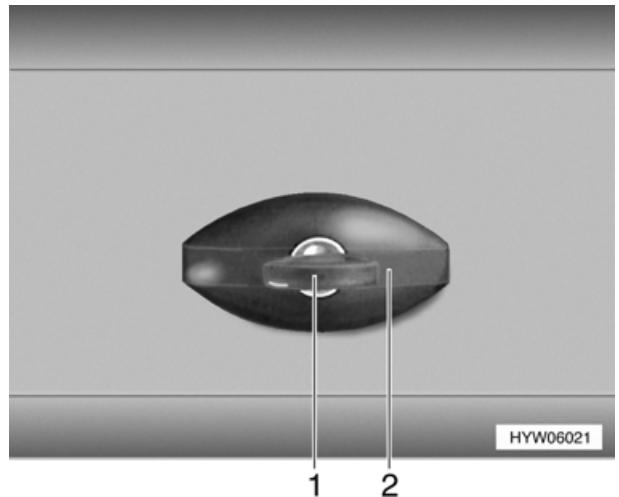

Fig. 29 Serratura dello sportello (variante 3), chiusa
- ▷ In caso di pioggia è possibile che dell'acqua penetri nella serratura aperta dello sportello. Chiudere perciò la maniglia della serratura (Fig. 29,2) come illustrato in Fig. 29.
- Inserire la chiave nel cilindro della serratura (Fig. 29,1) e girare in senso antiorario di un quarto di giro. La maniglia della serratura (Fig. 29,2) scatta all'infuori.